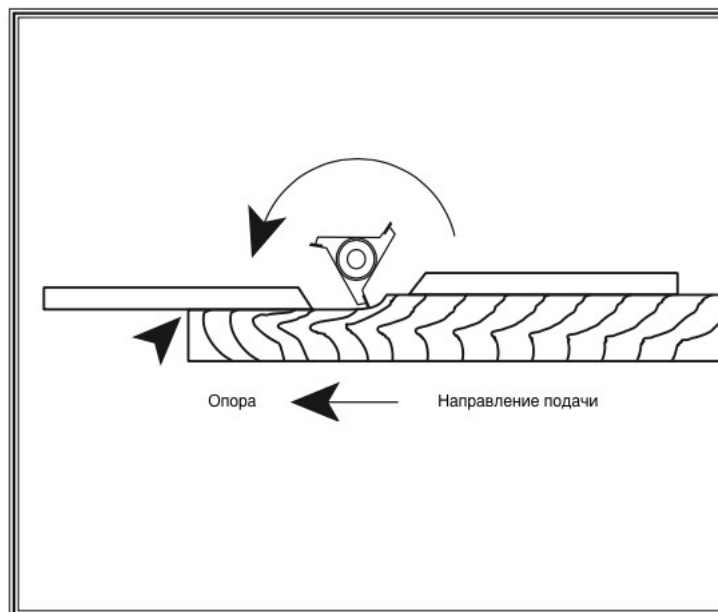

Рис. 24 Настройка ограждения для фугования (ограждение не показано в целях демонстрации)
7. После полной остановки резца установите ограждение с выгрузной стороны таким образом, чтобы оно контактировало с обработанным краем, как показано на Рис. 24.